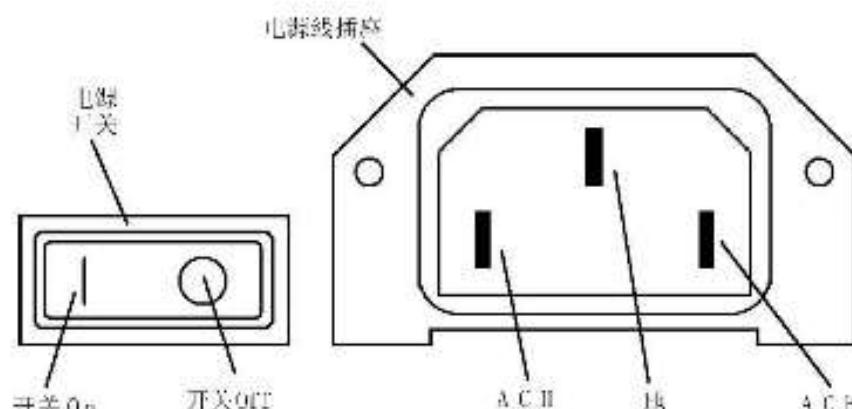

图2 电源开关和电源线插座
- i. 从机器右侧的电源线插座中拔下电源线（图2）。
- ii. 将1根表棒接至地脚（图2）。
- 热表棒接地脚(图2)。